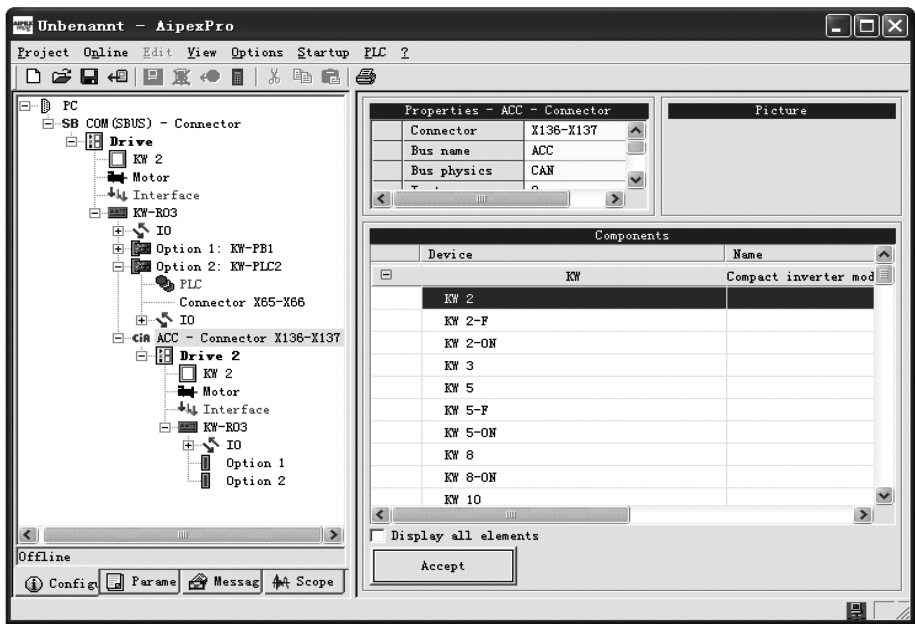

图 4-13 添加 ACC 总线从站
10) 双击添加 KW2，完成 ACC 总线从站的选择，如图 4-13 所示。